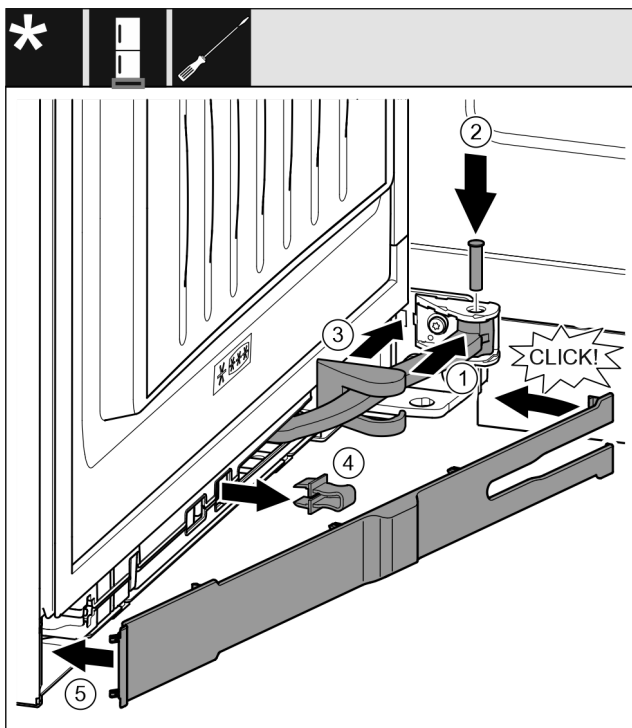

Fig. 49
- ▶ Scharnier *Fig. 49 (1)* in de ophanging draaien.
- ▶ Bouten *Fig. 49 (2)* met een schroevendraaier in de ophanging en scharnier steken. Let hierbij op dat het vergrendelingslipje juist in de groef zit.
- ▶ Lagerbokafdekking *Fig. 49 (3)* langs het scharnier schuiven en over de ophanging monteren.
- ▶ Beveiliging *Fig. 49 (4)* wegnemen.
- ▶ Panelen *Fig. 49 (5)* aan de greepzijde plaatsen en er indraaien.